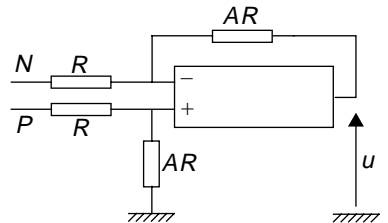

Figure 5 : comparateur
- une alimentation continue basse puissance délivre une tension dite de consigne notée  $c$ , appliquée à l'entrée P d'un comparateur décrit à la figure 5, constitué d'un amplificateur opérationnel parfait et de quatre résistances de valeurs  $R$  et  $AR$ ,  $A$  étant un coefficient numérique.